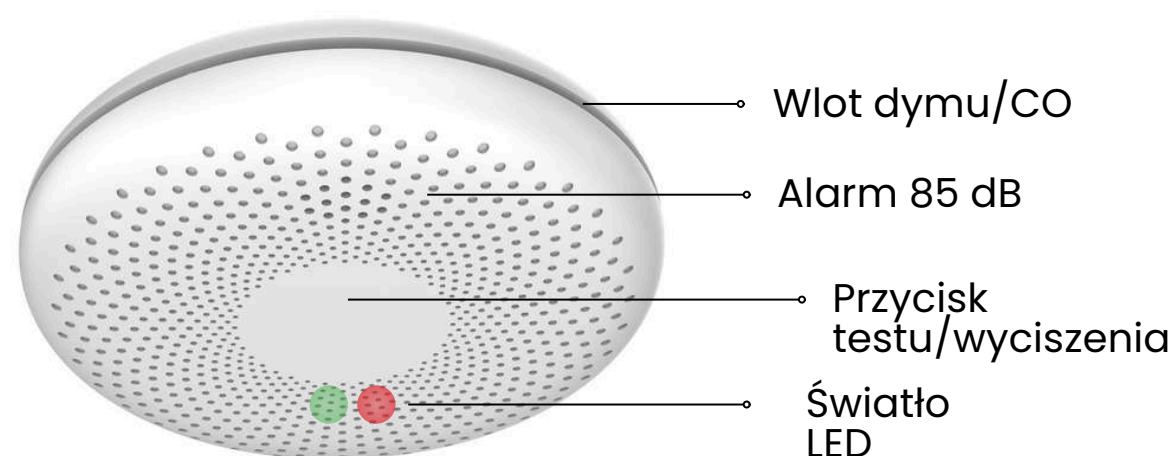

Rysunek 1: Wyrównaj linie z tyłu detektora
Urządzenie jest domyślnie dezaktywowane przed opuszczeniem naszej fabryki. Przed użyciem detektora należy go aktywować za pomocą przełącznika z tyłu. Obróć uchwyt montażowy przeciwnie do ruchu wskazówek zegara z detektora, wyrównując linie (Rysunek 1).
- 1.** Odkręć uchwyt montażowy od detektora w kierunku przeciwnym do ruchu wskazówek zegara, wyrównując linie (rysunek 1).